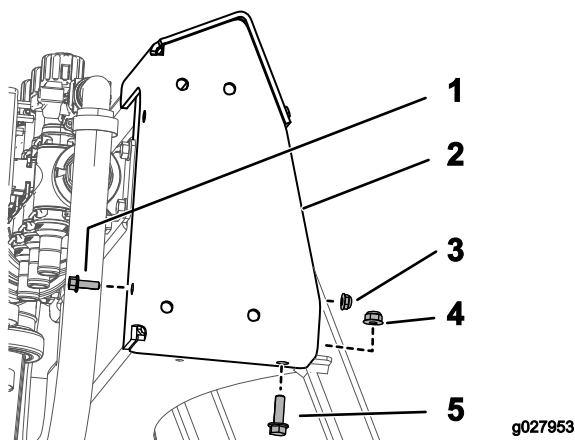

Figura 2
1. Monte el soporte superior con 1 perno (1/4-20 x 3/4 pulgada), 1 tuerca (1/4-20 pulgada), 1 perno autoblocante (5/16-18 x 1 pulgada, GR5) y 1 tuerca con arandela prensada (5/16-18 pulgada), según se muestra en Figura 2.